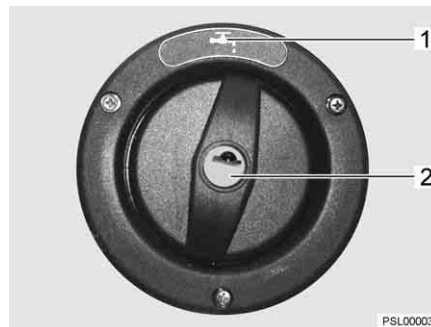

Fig. 205 Coperchio per bocchettone di riempimento dell'acqua potabile
Il bocchettone di riempimento dell'acqua potabile è contrassegnato dal simbolo "K" (Fig. 205,1). Il coperchio viene aperto e chiuso con la chiave per le serrature degli sportelli esterni.
- Inserire la chiave nel cilindro della serratura (Fig. 205,2) e ruotare in senso antiorario di un quarto di giro.